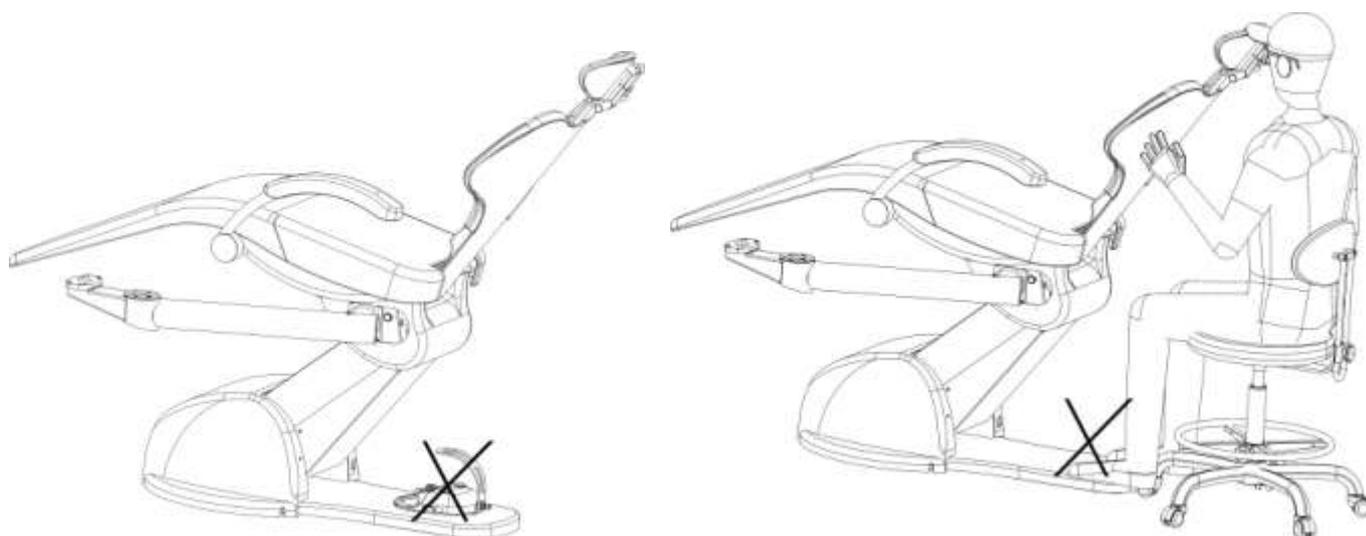

рис.8
- не размещать педальный переключатель на крышке или основе кресла, так как это может привести к случайной активации переключателей элементов безопасности, т.е. к блокировке движения кресла. (рис.8)